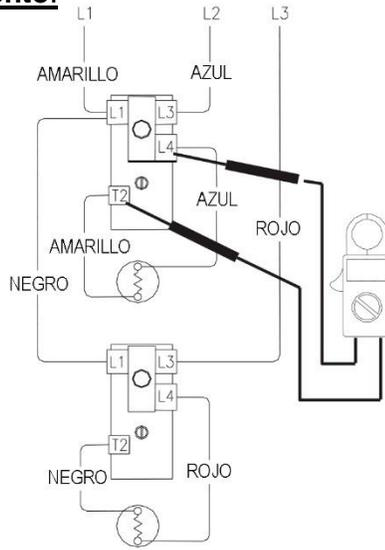

Figura 18
5. Compruebe los terminales L4 y T2 del termostato superior (consulte la figura 18).